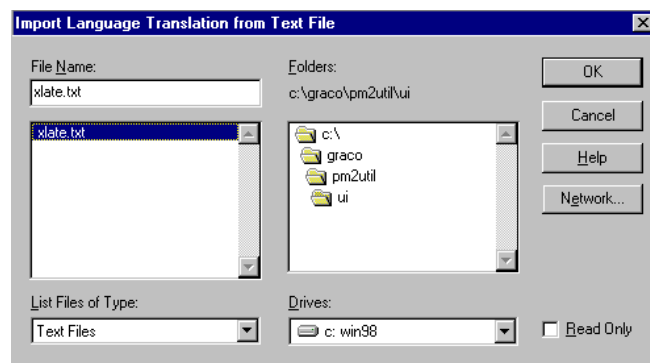

Fig. 13.56
- e. Sélectionner le fichier texte désiré et appuyer sur le bouton OK de la boîte de dialogue pour que la base de données prennent les modifications en compte. Appuyer sur le bouton Cancel pour fermer la boîte de dialogue sans faire de modification. Voir Fig. 13.56.